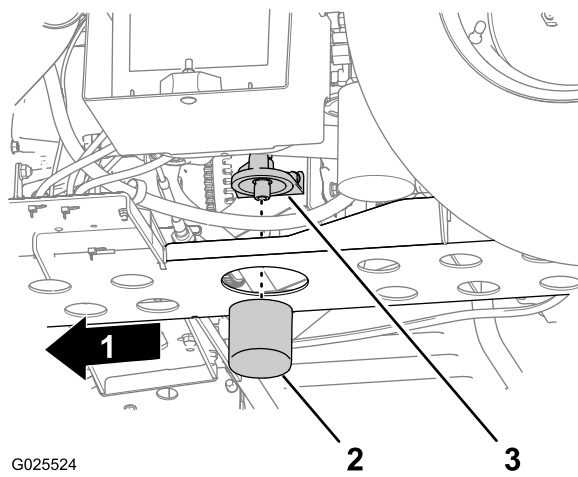

Рисунок 53
5. Начисто протрите уплотнительное основание переходника фильтра (Рисунок 53).
7. Наверните фильтр до контакта основания прокладки с переходником фильтра, затем затяните фильтр, повернув его по часовой стрелке еще на 1/2-2/3 оборота (Рисунок 53).
4. Снимите масляный фильтр с переходника фильтра (Рисунок 53).